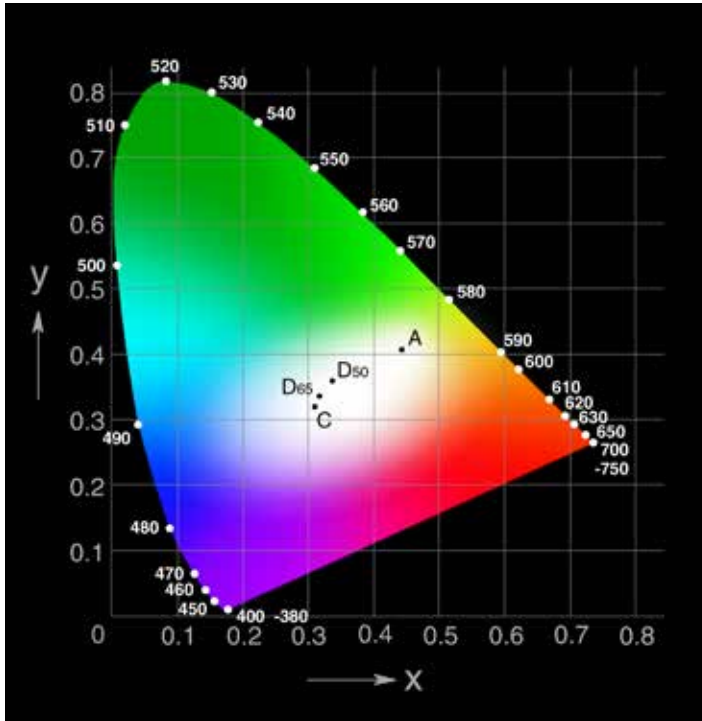

Figura 15. Diagrama de cromaticidad CIE 1931 (x, y)
Como resultado, cuando se estableció el observador estándar de 1931 de la CIE, la comisión recomendaba usar las coordenadas de cromaticidad  $xy$ . Estas coordenadas se usan para formar el diagrama de cromaticidad en la Figura 15. La notación  $Yxy$  especifica los colores al identificar el valor (Y) y el color como se ve en el diagrama de cromaticidad (x, y).